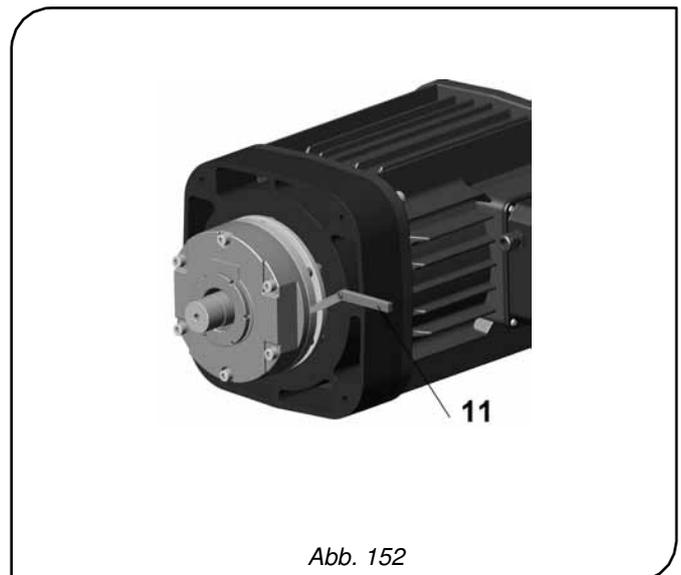

Abb. 152
9. Setzen Sie das Schutzgitter **-4-** wieder auf und schrauben Sie es mit den vier Schrauben **-6-** (Abb. 152) fest.